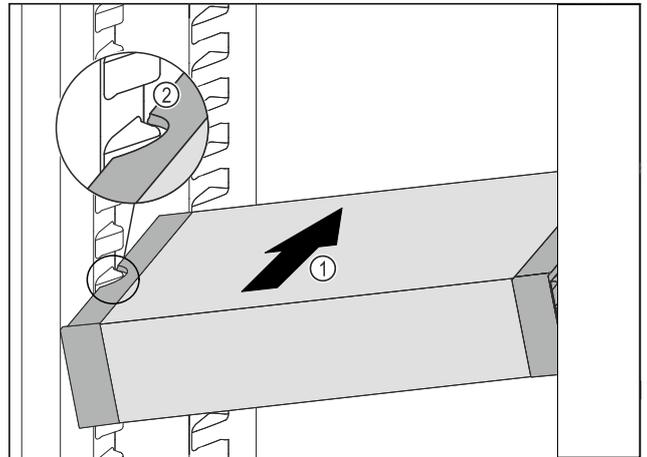

Fig. 94
- ▶ VarioSafe gurajte koso u hladnjak Fig. 94 (1) sve dok se bočni otvori Fig. 94 (2) ladice VarioSafe ne nađu na visini žlijeba spremnika u hladnjaku.